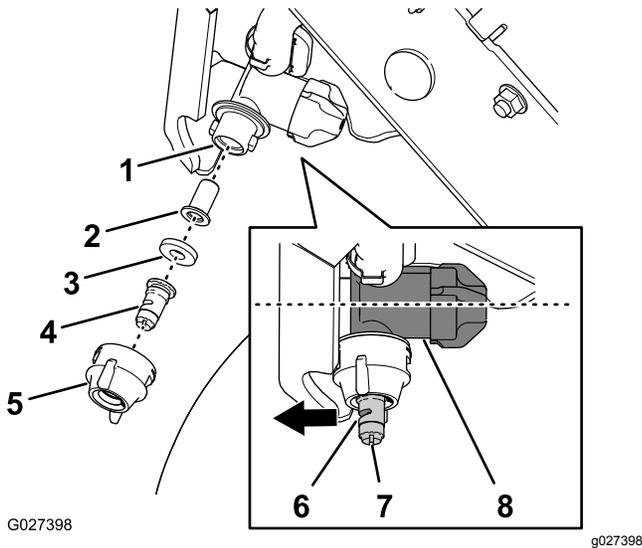

Figura 53
- Gire el tapón de la boquilla 90° en sentido antihorario y retire el tapón del cuerpo de la boquilla (Figura 53).
- Retire la punta, la junta y el filtro de la carcasa de la boquilla (Figura 53).
- Monte el filtro en el cuerpo de la boquilla (Figura 53).
- Monte la punta y la junta en el tapón de la boquilla (Figura 53).
- Instale la punta, la junta y el tapón en el cuerpo de la boquilla (Figura 53).
Nota: Utilice la ranura para girar el atomizador (Figura 53) de la punta hacia adelante (en línea
- Gire el tapón de la boquilla 90° en sentido horario (Figura 53).